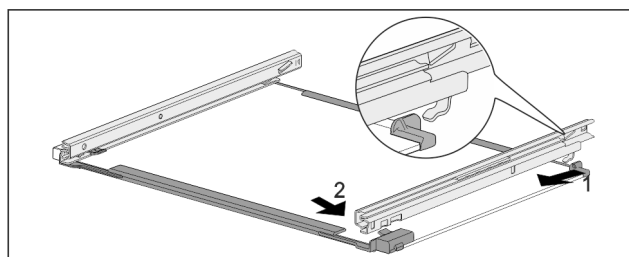

Fig. 143 Lasihylly kiskoilla
- Aseta kisko paikalleen takaa. Fig. 143 (1)
- Aseta kisko paikalleen edestä. Fig. 143 (2)